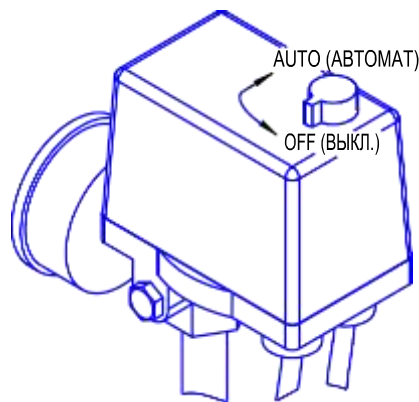

Рисунок 2
- 1 Проверьте, чтобы выключатель на прессостате находился в выключенном положении "OFF" (см. рисунок 2).
- 1 Выключить компрессор выключателем на прессостате. Для этого необходимо переключить выключатель в положение "OFF" (см. рисунок 2). После этого остановится электродвигатель и произойдет сброс давления из нагнетательного воздухопровода, охладителя и компрессорного блока.
7.2.2 При нарушении питания электрической сети, а также при работе с ПВ более 60% возможно автоматическое срабатывание защиты двигателя. Для пуска компрессора после срабатывания защиты выполните следующие действия: после того, как двигатель остынет до допустимой температуры переключите выключатель на прессостате в положение "OFF" (см. рисунок 2), а затем включите компрессор переключив выключатель в положение "АUTO".